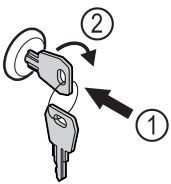

Fig. 176
- ▶ Вдавити ключ Fig. 176 (1).
- ▶ Повернути ключ на 90° за годинниковою стрілкою Fig. 176 (2).